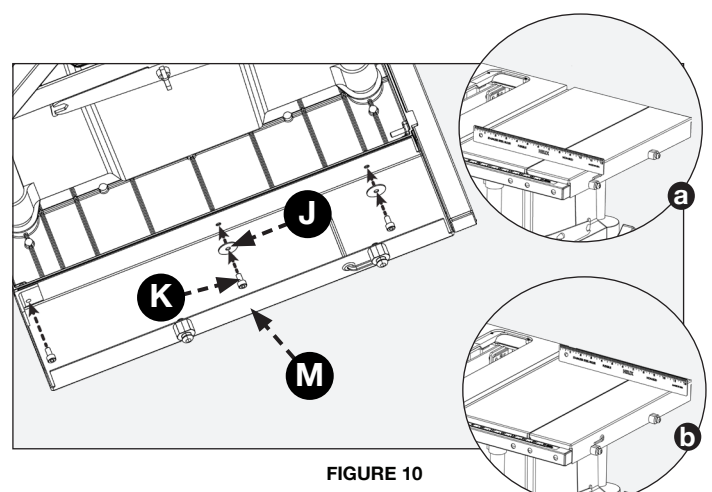
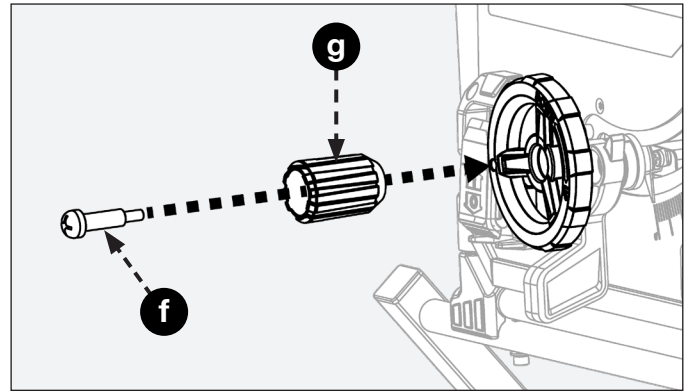

FIGURE 10
FIGURE 11
Insérer les (2) vis à six pans creux M5 x 25 mm (1 po.) restant (i) à la barre du guide (N) et la rallonge extensible (M) et fixer avec (2) écrous (l) M5 comme le montre la fig 10. Utiliser une règle à dessin pour assurer que la rallonge est au niveau comme le montre les fig. 10a et 10b.
**REMARQUE:** Laisser les vis assez lâches pour faire des réglages pour niveler la rallonge (M) à la table.
Fixer la rallonge extensible (M) à la table avec les (3) vis à six pans creux M5 x 10 mm (3/8 po.) (k) et les (2) rondelles M5 (J) comme indiqué à la fig. 11.
- Insérez la vis à épaulement (f) dans le bouton de réglage de hauteur (g), comme illustré à la figure 11.